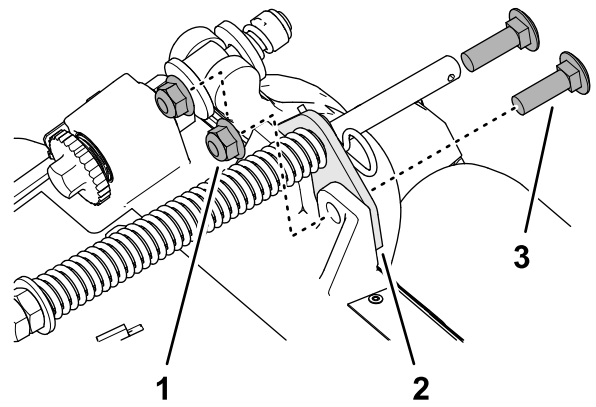

Figure 17
2. Retirez les 2 contre-écrous à embase ( $\frac{3}{8}$  po) et 2 boulons de carrosserie ( $\frac{3}{8} \times 1\frac{1}{4}$  po) qui fixent le support du compensateur au cadre de l'unité de coupe (Figure 17).